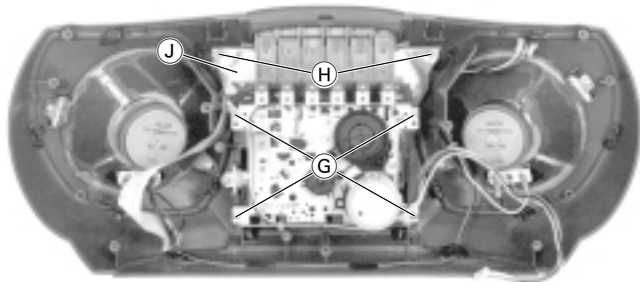

Fig. 6
- 4 Schrauben (G) heraus-schrauben (Fig. 6).
- Abdeckung (J) (Fig. 6 und 7) hochbiegen.
- Undo 4 screws (G) (Fig. 6).
- Lift the cover (J) (Fig. 6 and 7).